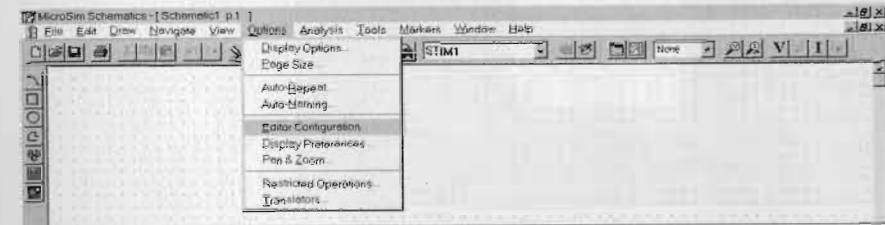

Bild 10.1 Das Menü OPTIONS mit markierter Option EDITOR CONFIGURATION
1. Öffnen Sie aus SCHEMATICS heraus das Menü OPTIONS und markieren Sie darin EDITOR CONFIGURATION...(Bild 10.1).